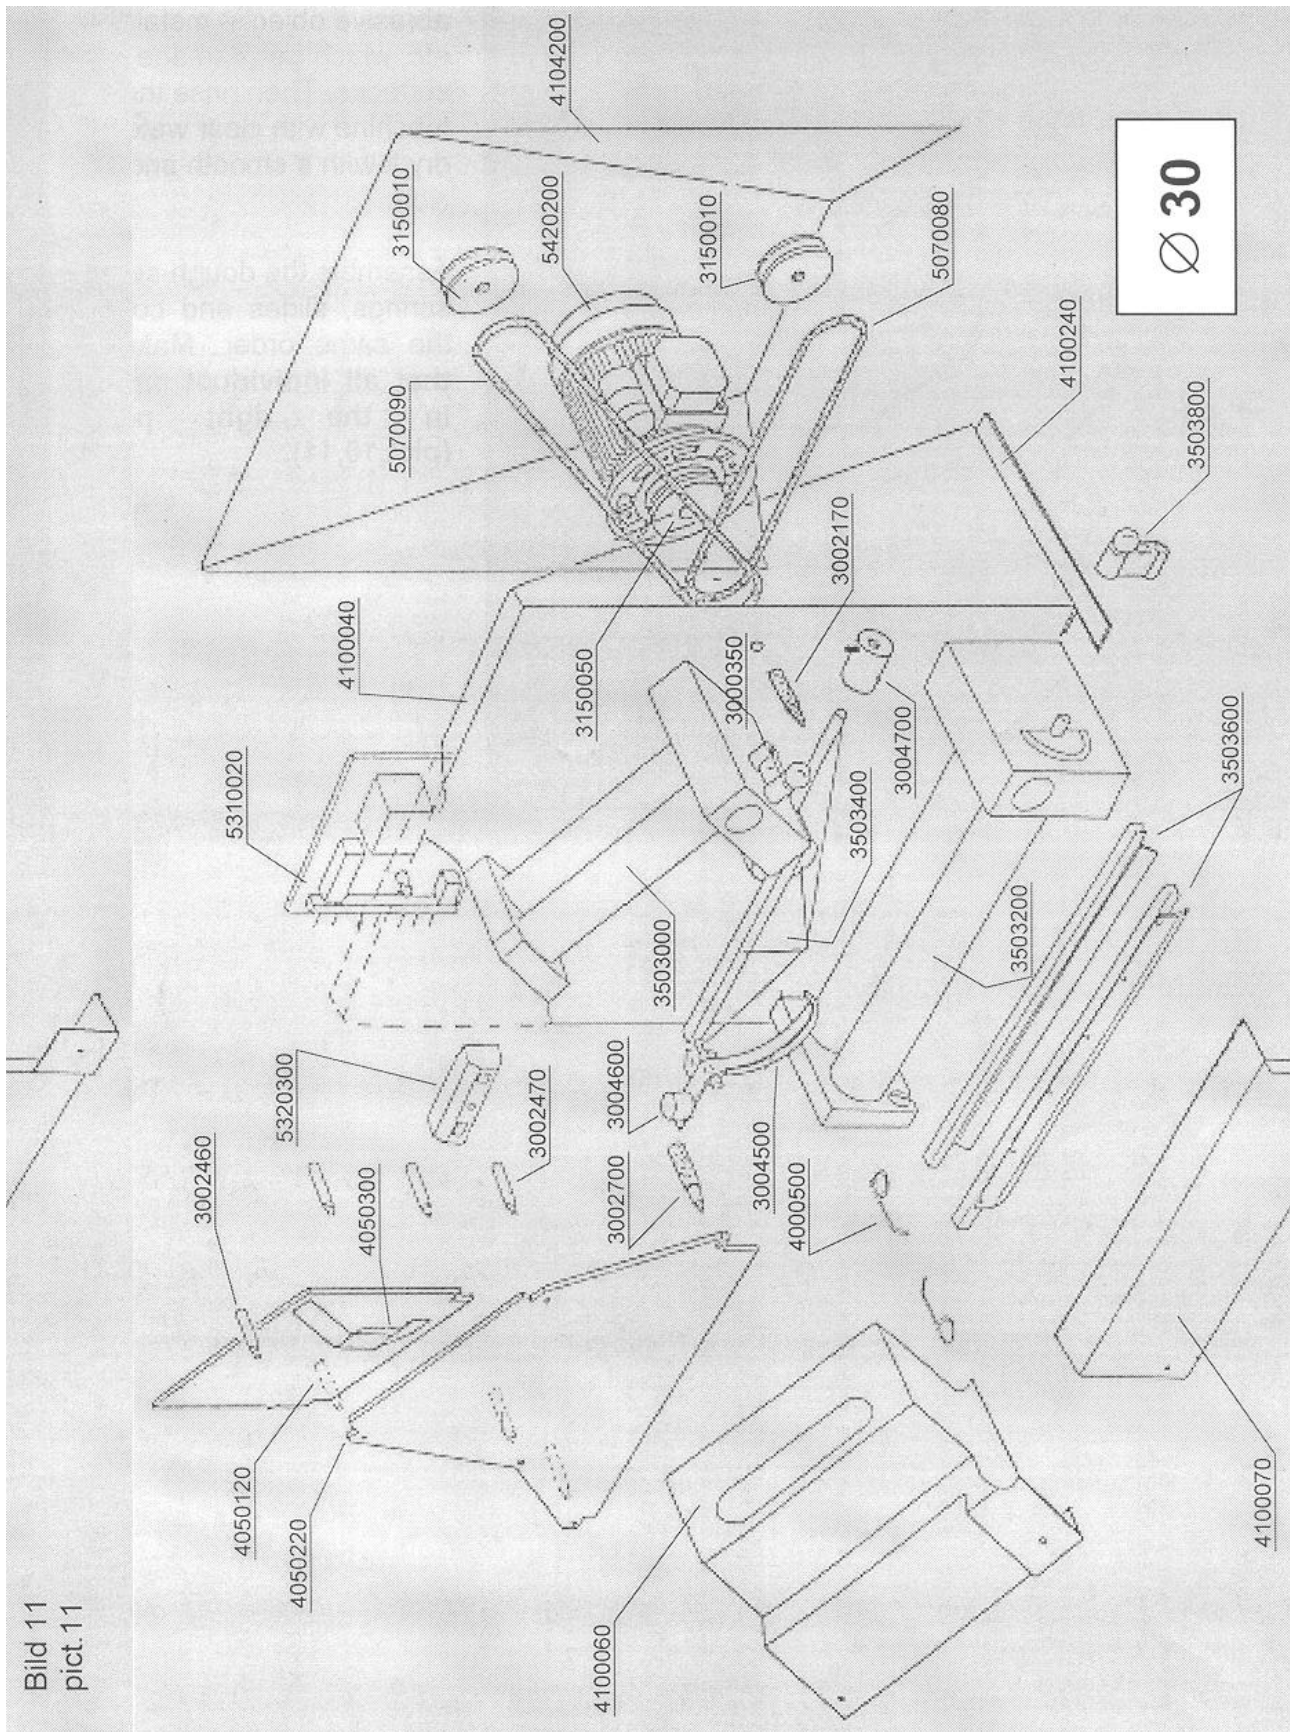

Bild 11
- auf die gleiche Art bei der Befestigung der unteren Schutzvorrichtung vorgehen. Mod. Ø 30.40: Bei der Montage der oberen Rutsche und der 2 Schutzvorrichtungen müssen Sie folgendermaßen vorgehen (Bild 11).